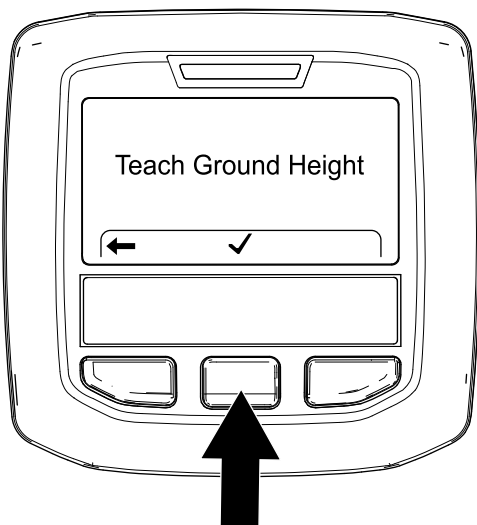

図 66
4. Teach Ground Height 画面 図 66 で、インフォセンターの中央ボタンを押す。